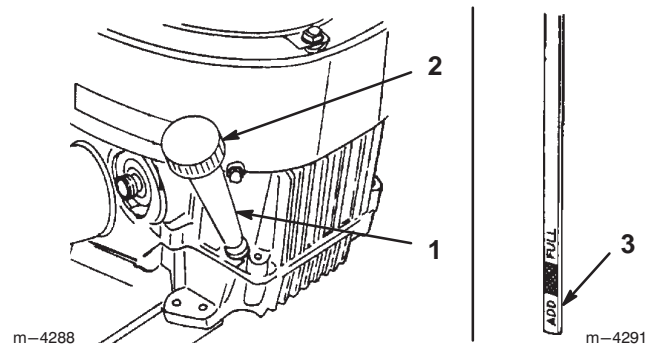

Bild 17
2. Reinigen Sie den Bereich um den Ölpeilstab herum (Bild 17), damit kein Schmutz in den Einfüllstutzen gelangen und so den Motor beschädigen kann.
3. Schrauben Sie den Ölpeilstab los und wischen Sie das Metallende ab (Bild 17).
4. Schieben Sie den Ölpeilstab vollständig in den Einfüllstutzen (nicht in das Rohr einschrauben) (Bild 17). Ziehen Sie den Peilstab wieder heraus und kontrollieren Sie das Metallende. Gießen Sie, wenn der Ölstand zu niedrig ist, nur so viel Öl langsam in den Einfüllstutzen, dass der Ölstand die „Voll“-Marke am Peilstab erreicht.
8. Reinigen Sie den Bereich um den Peilstab (Bild 17) und drehen Sie den Verschlussdeckel ab.
9. Gießen Sie ca. 80 % der angegebenen Ölmenge langsam in den Einfüllstutzen (Bild 17). Siehe „Wechseln des Motoröls“ auf Seite 23.